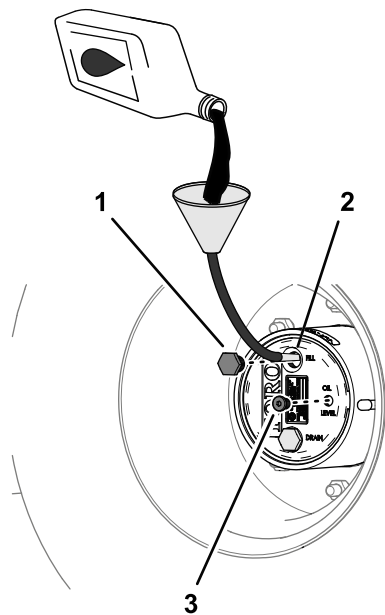

図 95
4. オイルの量が少ない場合は、補給プラグを取り、点検穴からあふれ出てくるまで所定のオイルを補給する 図 95 プラネタリギアドライブの潤滑油の仕様 (ページ 63) を参照。
6. 補給プラグと点検プラグを取り付ける 図 95。
1. 補給プラグの穴から、新しいオイルをゆっくりと入れる 図 95 プラネタリギアオイルの点検 \(ページ 63\)を参照。
3. 補給プラグと点検プラグを取り付ける 図 95 プラネタリギアオイルの点検 \(ページ 63\)を参照。